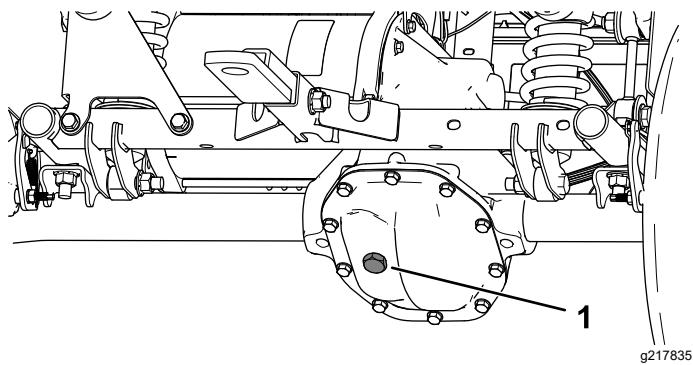

Figura 52
- Retire el tapón de llenado del transeje (Figura 52).
5. Si el nivel de fluido es bajo, retire el tapón de llenado y añada el fluido especificado hasta que salga del orificio (Figura 52).
4. Retire el tapón de llenado del transeje, y llene el transeje con el fluido especificado hasta que salga del orificio de llenado (Figura 52).